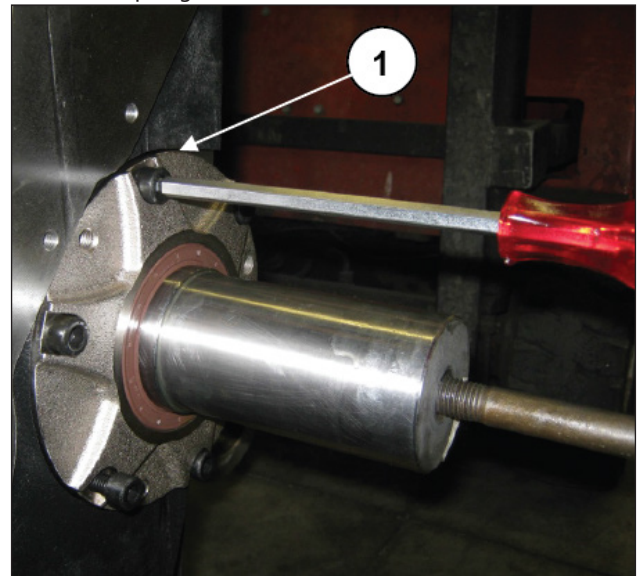
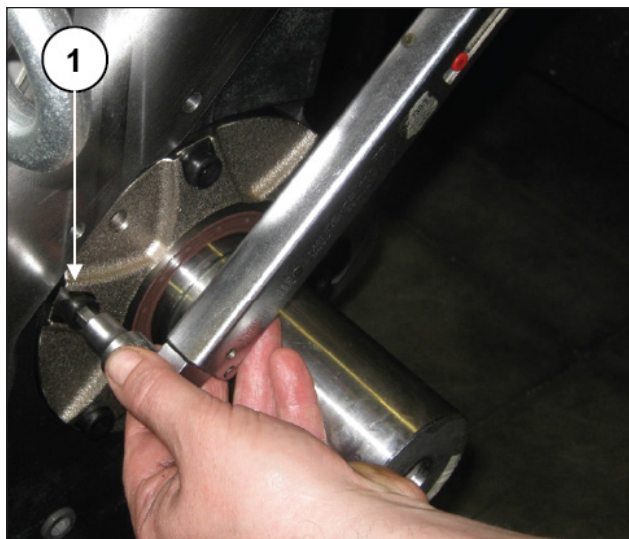

Fig. 119
Fig. 120
Monte os vedantes e as tampas do rolamento PTO em ambos os lados e aperte os parafusos de fixação M10 (pos. ①, Fig. 119 - Fig. 120).